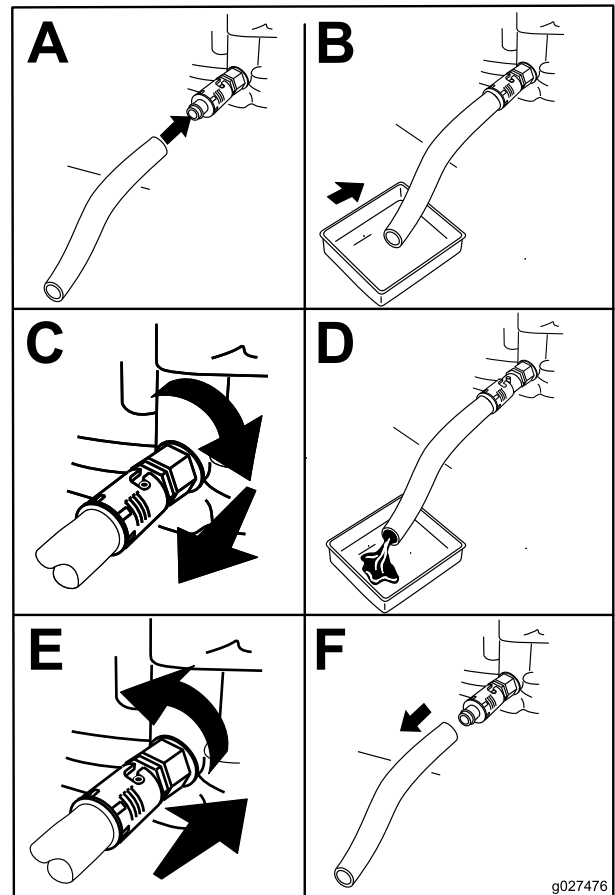

Figure 17
4. Vidangez l'huile moteur (Figure 17).